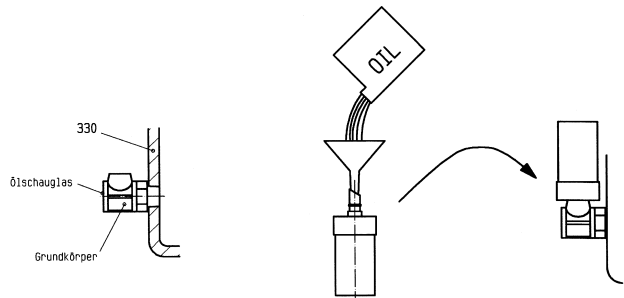

Bild 8
- Grundkörper in Lagerträger (330) bei Anschluss für Konstantlevelöler (638) mittels PTFE-Dichtungsband eindichten. Dabei so weit drehen, dass der Gewindeanschluss für das Reservoir senkrecht nach oben zeigt (Bild 8).
- Ölfüllstopfen (637) an Lagerträger-Oberseite herausziehen und so lange Öl in Anschlussöffnung (GF1) füllen, bis der Ölspiegel bis knapp unter die Mitte des Ölstandsglases im Grundkörper reicht.
- Mit Hilfe eines Trichters Öl in das gläserne Reservoir füllen (Bild 8).
- Gefülltes Reservoir in den Grundkörper hineinstecken und sofort von Hand bis zum Anschlag festschrauben (Bild 8).